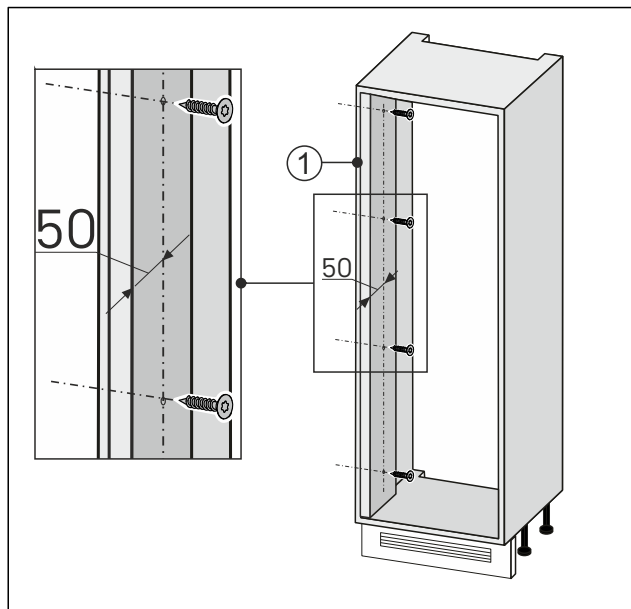

Fig. 88
- Прикрутити гвинтами рівняльник стіни зі сторони відкривання дверей Fig. 88 (1) до меблевої ніші.